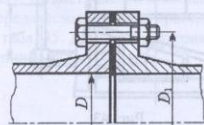

Рис. 40
3. Рассчитать болты фланцевого соединения водопроводных труб (рис. 40). Давление воды внутри труб по манометру p , диаметр труб D и диаметр окружности центров болтов D_1 приведены в табл. 40. Недостающими данными задаться.